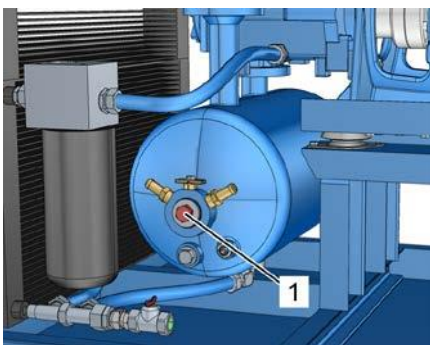

Рис. 35: Резьбовая пробка наливного отверстия
5. Отверните резьбовую пробку наливного отверстия (Рис. 35/1), извлеките ее и проследите за тем, чтобы не потерялось уплотнительное кольцо.